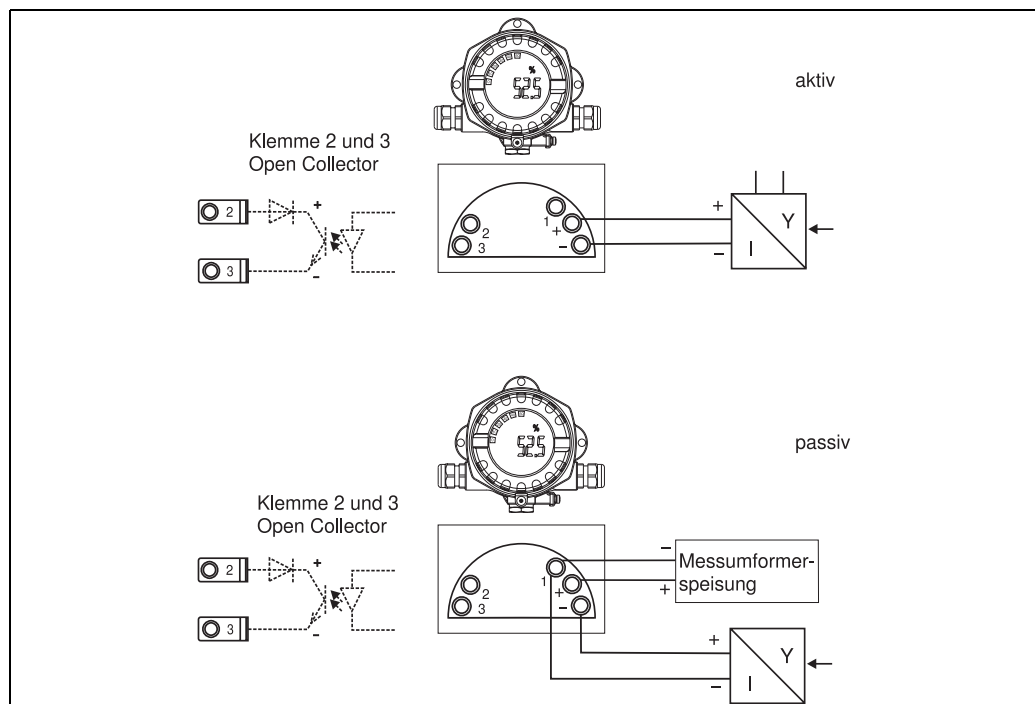

Abb. 6: Klemmenbelegung
6. Schließen Sie die Leitungen an (→ Abb. 6).